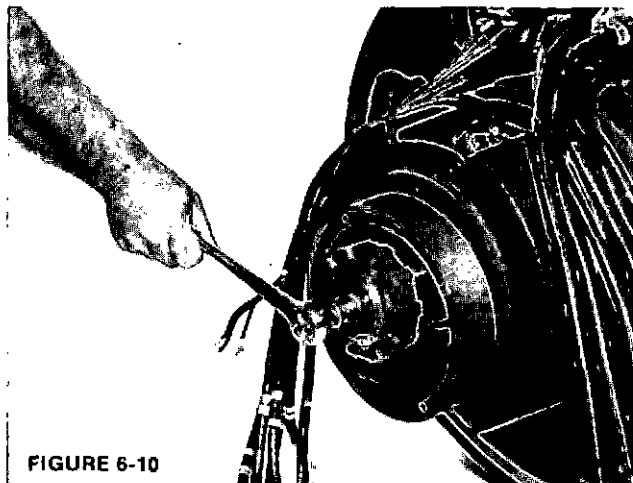

FIGURE 6-10
1. Le rotor du PMG est monté sur l'arbre de l'alternateur en utilisant une extension de bout d'arbre. Dévisser la vis centrale de fixation et extraire l'ensemble de ses tiges de positionnement. (Figure 6-10 et 6-11)